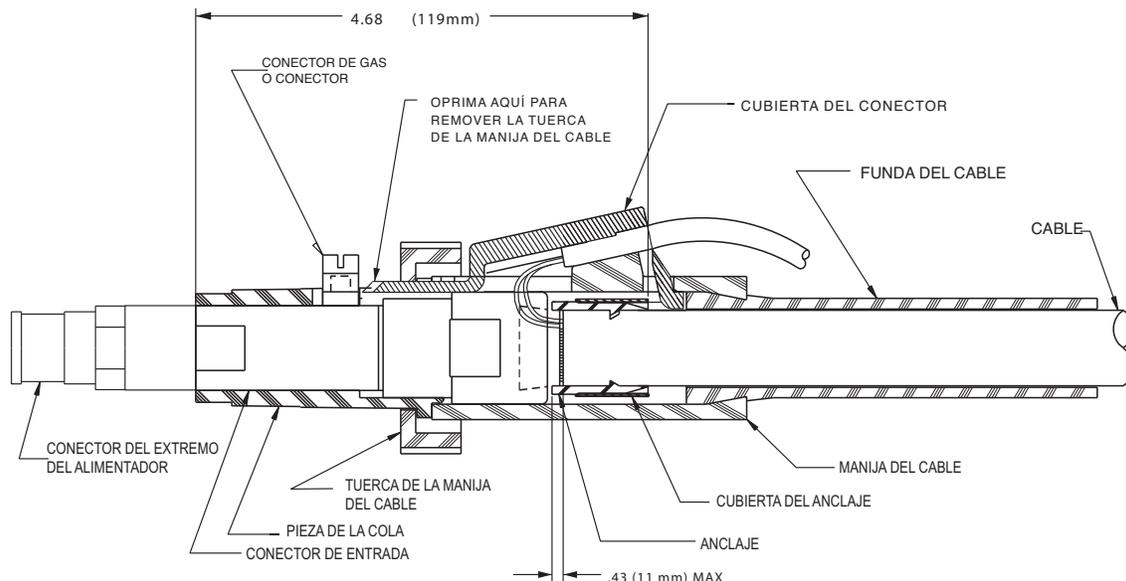

Figura E.6
- b) Remueva el conector de extremo de alimentador, enchufe de gas moldeado (o conector), tuerca de manija de cable, cola de plástico y cubierta del conector (vea la Figura E.6).
Coloque el anclaje de plástico en tal forma que el extremo cónico se encuentre a 119 mm (4.68) del conector de entrada (vea la Figura E.6). Asegure en su lugar con la cubierta de acero. El anclaje de plástico puede sobresalir por encima de la cubierta del cable un máximo de 11 mm (.43").
Los alambres del cable de control deberían conectarse a los cables del mismo color en el cable de la pistola. Aísle cada una de las conexiones de barra de soldadura con cada tubo termocontráctil o cinta eléctrica. Los cables de anclaje como se muestran en la Figura E.7. Coloque el anclaje de plástico en tal forma que el extremo ahusado esté a 119 mm (4.68) del conector de entrada (Vea la Figura E.6). Asegure en su lugar con una cubierta de acero. El anclaje de plástico puede sobresalir de la cubierta del cable un máximo de 11 mm (.43").
- h) Coloque una funda y manija en el cable. Mueva la cubierta del conector hasta llegar a la posición necesaria mientras jala los cables de control para ajustar la holgura. Instale la pieza de cola y asegure a la manija del cable con la tuerca de la manija. (Consulte la Figura E.6).